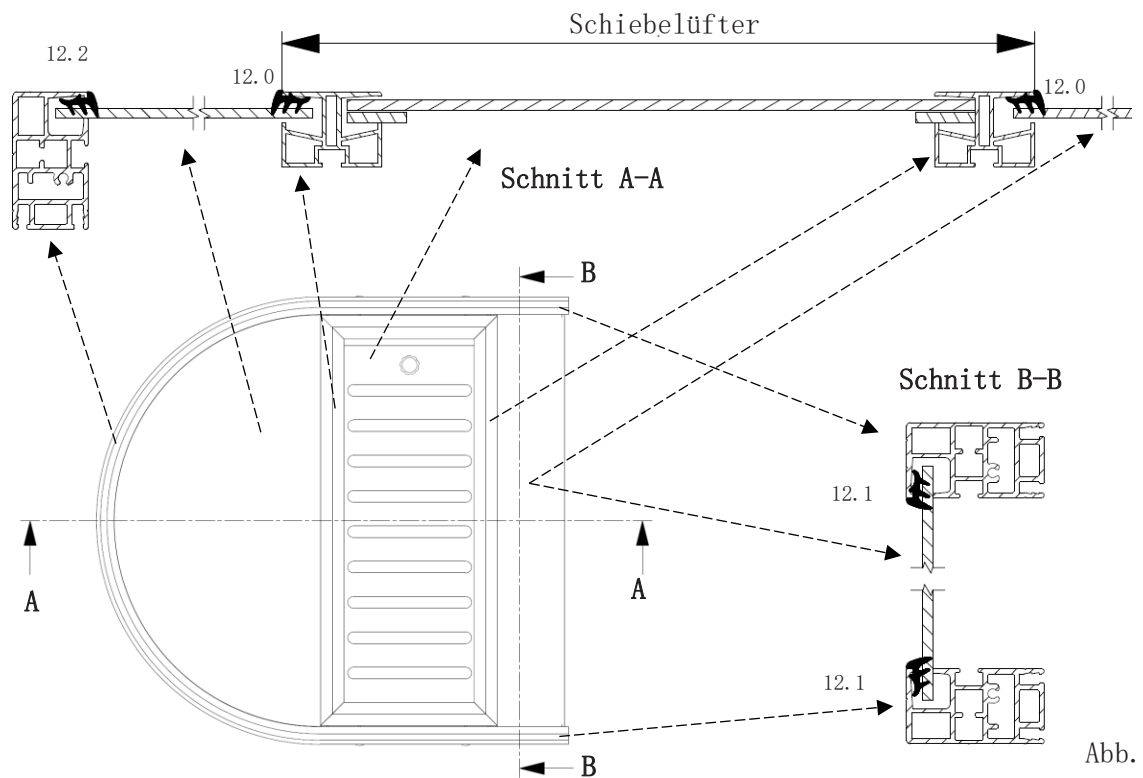

Abb. 12
- siehe seitlicher Schnitt (Abb.12)
- die Einbauposition der Keildichtungen. Schnittdarstellung (Abb.12)